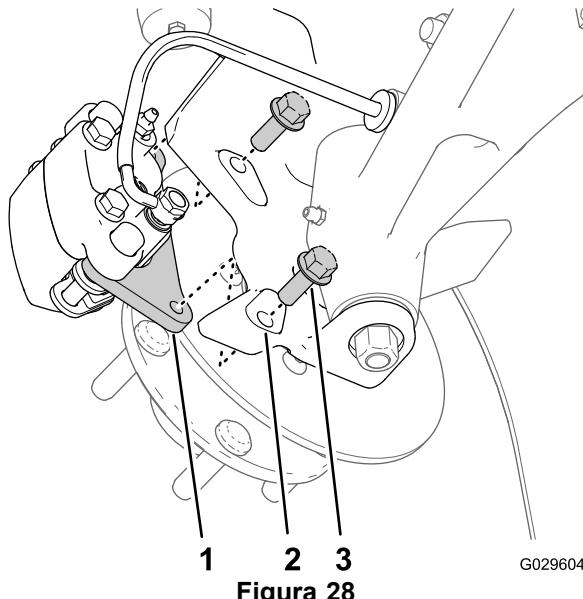
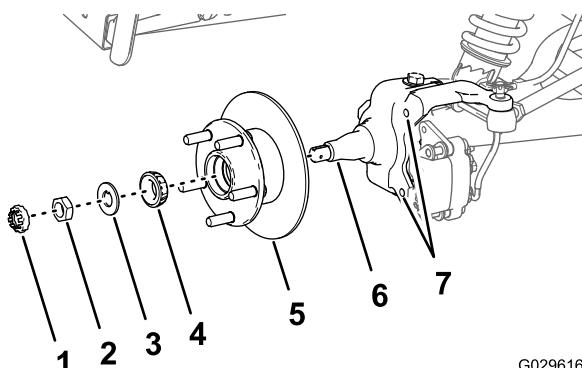

Figura 28
Figura 32
3. Retire los pernos con arandela prensada (3/8" x 1") que sujetan el soporte del conjunto de freno al eje, y separe el freno del eje (Figura 28).
- Aplique una ligera capa de grasa del tipo especificado en el eje (Figura 32).
- Monte el cubo y el rotor en el eje con el rotor hacia dentro (Figura 32).
- Monte el cojinete exterior en el eje y acople el cojinete al anillo de rodadura exterior (Figura 32).
- Monte la arandela con pestaña en el eje (Figura 32).
- Enrosque la tuerca en el eje, y apriete la tuerca mientras gira el cubo (Figura 32).
- Alinee las pastillas de freno en cada lado del rotor (Figura 28) y los taladros del soporte de la pinza con los taladros de montaje del freno de la mangueta (Figura 32).
- Monte el soporte de la pinza en la mangueta (Figura 28) con los 2 pernos con arandela prensada (3/8" x 1"), y apriete los pernos a 47–54 N·cm.